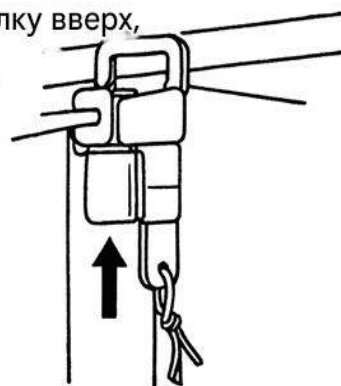

Рисунок 7
- а. Переместите сходящиеся пластины на поперечных руках в сходящиеся гнезда на главной опоре (Рисунок 7).